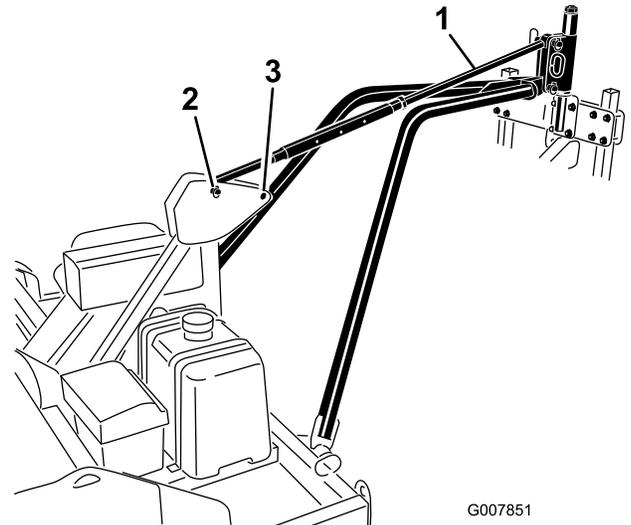

Bild 14
- Fluchten Sie das Loch in der Anbauvorrichtungsplatte des Zugarms mit den unteren Löchern in der beweglichen Anbauvorrichtung des Aerifizierers aus (Bild 14). Befestigen Sie die Anbauvorrichtungsplatte des Zugarms mit einem Anbauvorrichtungsstift
- Befestigen Sie den Neigungssteuerungslenker mit Anbauvorrichtungsstiften und Klappsteckeran in den oberen Löchern der beweglichen Anbauvorrichtung des Aerifizierers und des Rahmens (Bild 14).